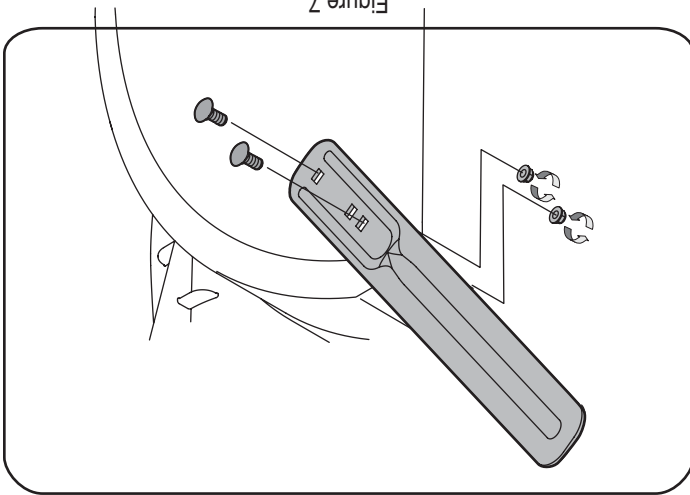

Figure 7
- Elles servent en cas d'accumulation importante de neige. Enlevez les boulons ordinaires en dévissant les écrous à six pans qui maintiennent les barres de coupe en place et positionnez-les correctement avant d'utiliser la souffluse. Voir la Figure 7.